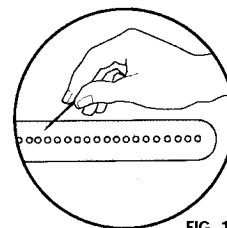

FIG. 11
9. Débouchez les trous obstrués avec un fil rigide, un trombone ou un cure-dent (voir fig. 11). Bien qu'il soit normal que la surface du brûleur soit quelque peu rouillée, si la rouille est suffisamment importante pour agrandir les trous des brûleurs, le barbecue sera moins efficace.